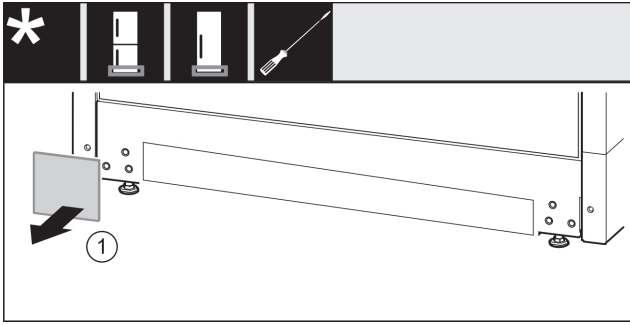

Fig. 17
- ▶ Снимите крышку. Fig. 17 (1)